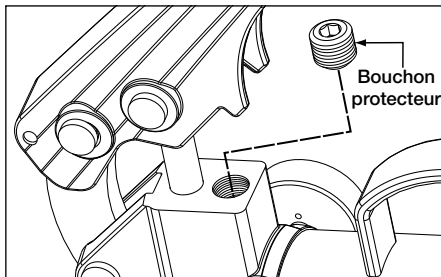

Figure 12, Soupape de retour (P-18 et P-39)
2. **Modèle P-84 uniquement** : Installer un manomètre de 0-1000 bars [0-15 000 psi] sur l'orifice A de la pompe. Installer un bouchon de canalisation dans l'orifice B de la pompe. Déplacer le levier de la vanne de commande en position (A).
- Sur les modèles P-18 et P-39, la soupape de retour est située sur la face supérieure de la tête de la pompe. Voir Figure 12.